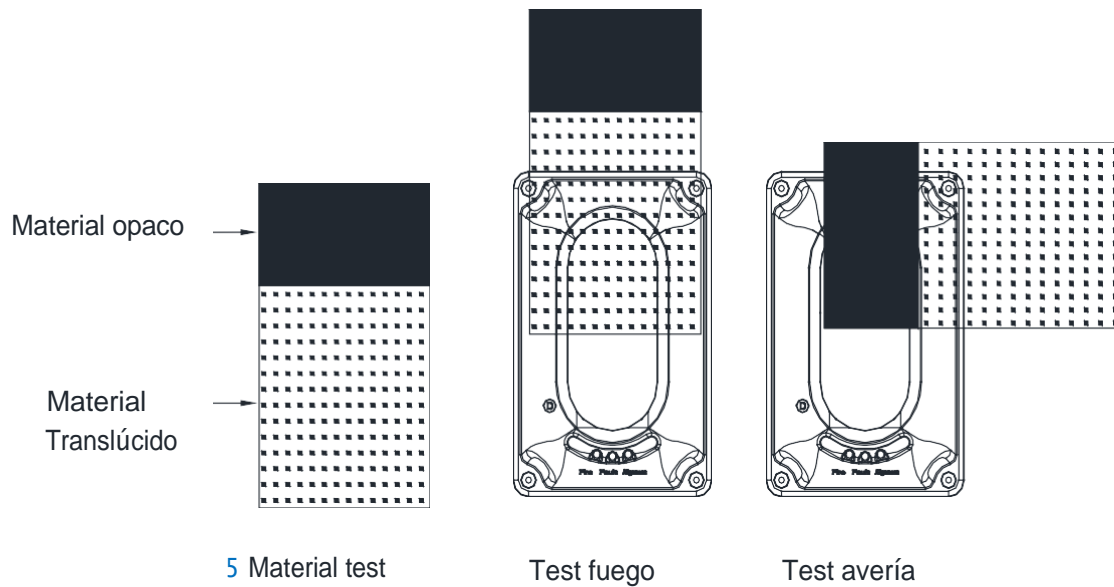

Figura 14: Detalles test
- a. Utilizando los materiales opacos/translúcidos suministrados, cubra – la mitad del detector de haz utilizando la parte translúcida del material. En menos de 30 segundos el LED rojo [Fuego] se encenderá de forma constante, indicando una señal de Fuego. [El relé de alarma de incendio [HJ1 y HJ2] se bloqueará para cerrarse normalmente]. Consulte la figura 14.